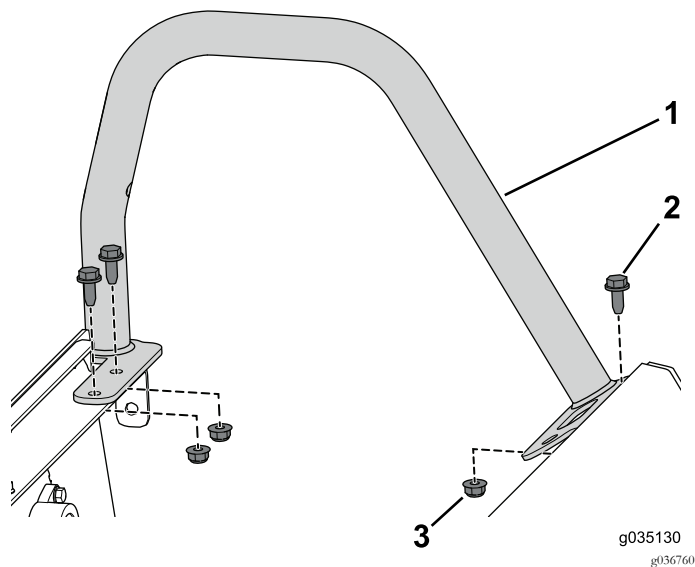

Figure 54
2. Retirez les 3 boulons à embase et les écrous à embase qui fixent le dispositif de retenue du bassin gauche (Figure 54).